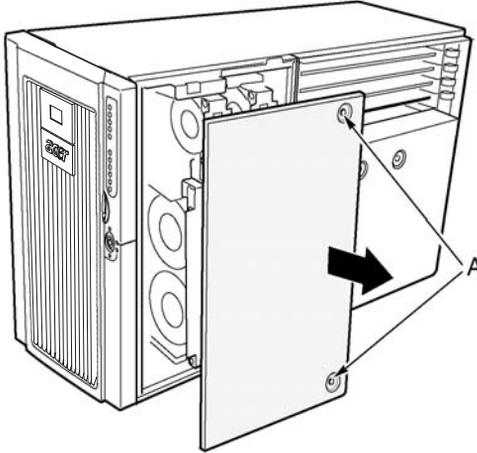

Abbildung 13 - Entfernen der vorderen Zugangsplatte
- 2 Lösen Sie die Befestigungsschrauben an der Platte (Abbildung 13, A).